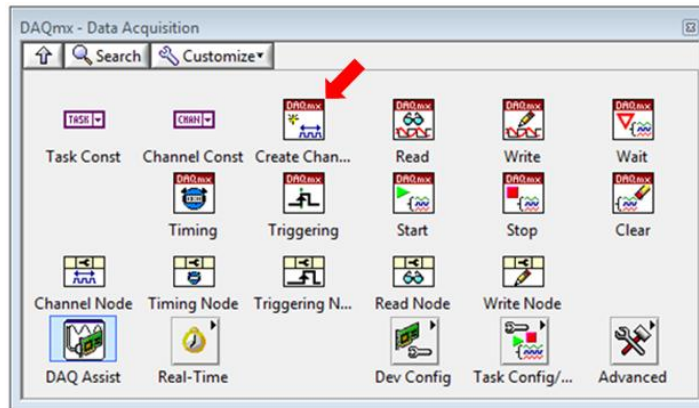
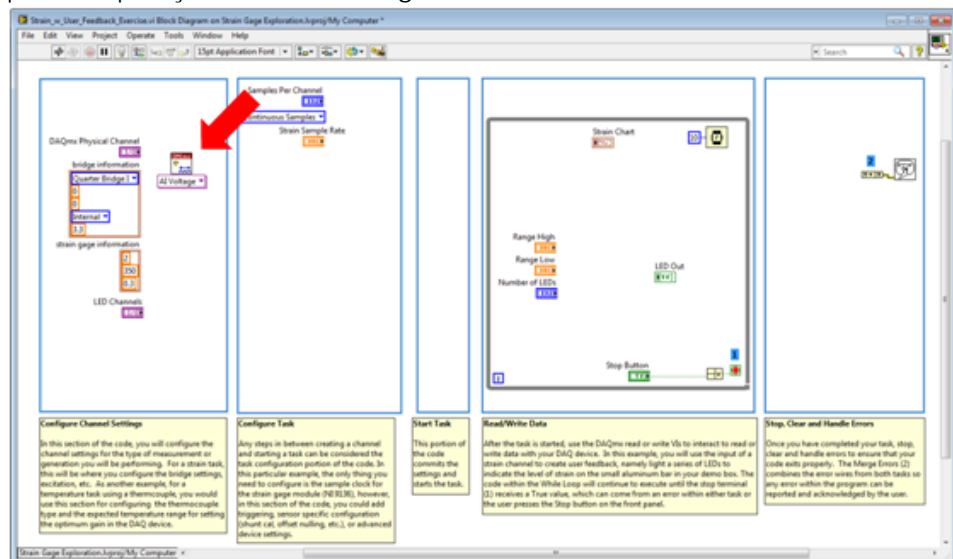

Figura 10. Fixar a paleta permite que você clique em qualquer lugar no seu código com a paleta ainda visível.
Figura 11. O VI DAQmx Create Channel determina a comunicação com seu dispositivo de aquisição de dados.
22. Para iniciar, arraste o **NI-DAQmx Create Channel** (seta vermelha na figura 10) e coloque-o na posição ilustrada na figura 11.